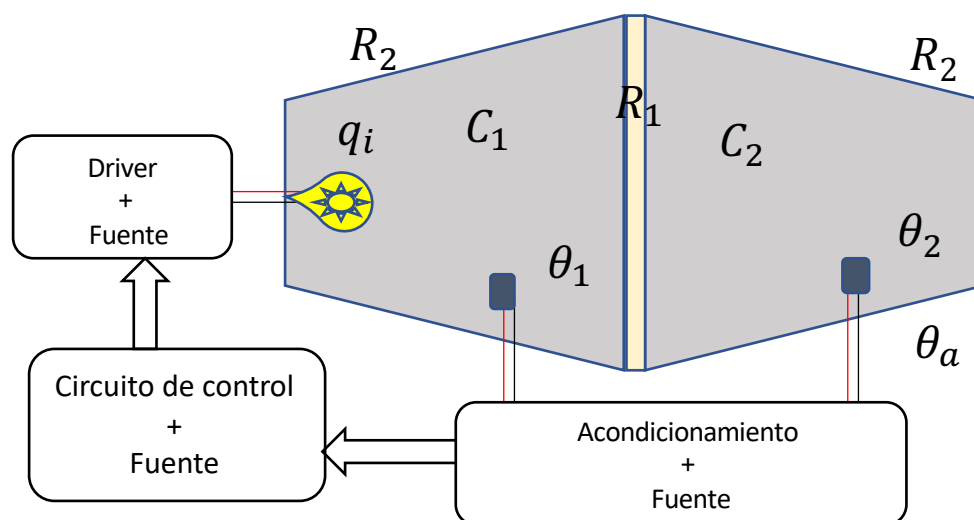

Figura 1: Sistema térmico
- Para el modelo que se presenta en la Figura 1, encontrar la representación matemática en: Ecuación diferencial, Espacio de estado y Función de Transferencia.